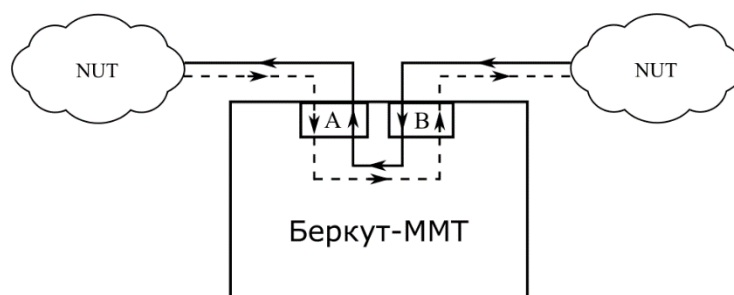
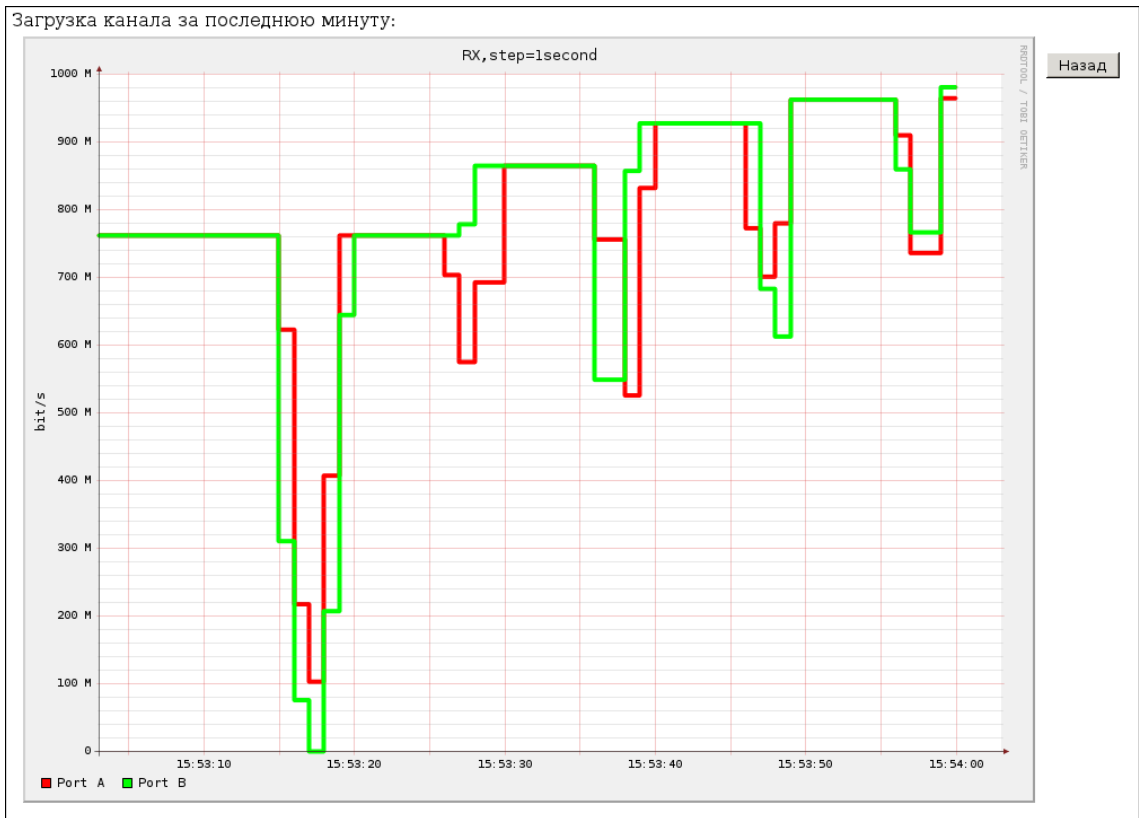

Рисунок 17.1. Подключение в режиме «Транзит»
Рисунок 17.2. График загрузки канала
1. Подключить прибор к тестируемой сети (см. рис. 17.1).
После выполнения вышеперечисленных действий трафик, приходящий на порт А(В) без изменений перенаправляется на порт В(А) (см. рис. 17.1). При этом выполняется сбор информации о нагрузке на приёмной части портов (см. рис. 17.2). Результаты доступны через веб-интерфейс14.